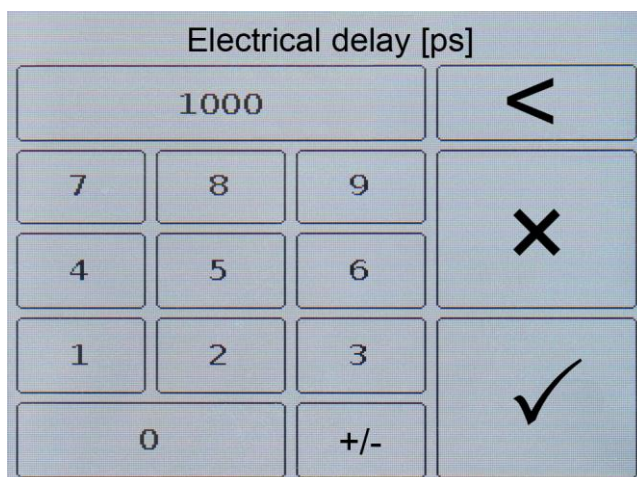

Рисунок 9.25 – Ввод числового значения компенсации электрической длины кабеля
9.9.4. Введите числовое значение времени компенсации (Т) в пикосекундах, вычисленное по формуле в поле Electrical delay (Рисунок 9.25).